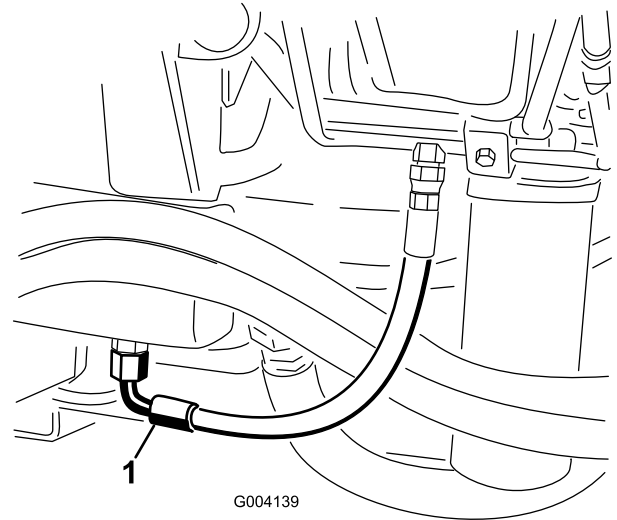

図 77
2. タンク(図 77)の下についているフィッティングの下に、オイルを受ける大型の容器を置く。